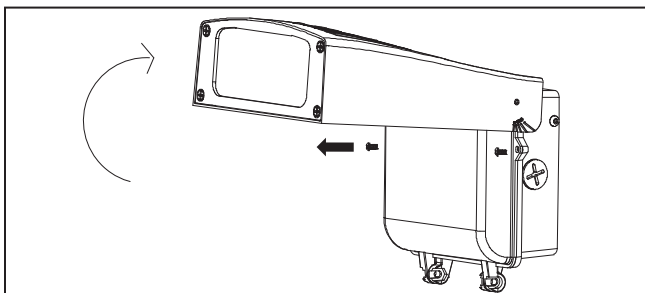

Figure 3.
- À l'aide d'un tournevis à tête Phillips, desserrez, mais ne retirez pas complètement la vis de réglage de l'angle latéral et réglez la tête du luminaire vers le haut à 90°. (Figure 3)
- Ouvrez le boîtier de commande en dévissant la partie supérieure du boîtier de commande. (Figure 3)